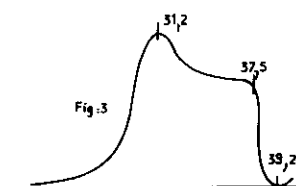

Fig. 3
- Visser 229 pour amener le marqueur 39,2 au pied de la courbe. (fig. 3)
- Visser 226 pour amener le marqueur 31,2 au sommet de la courbe. (fig. 3)